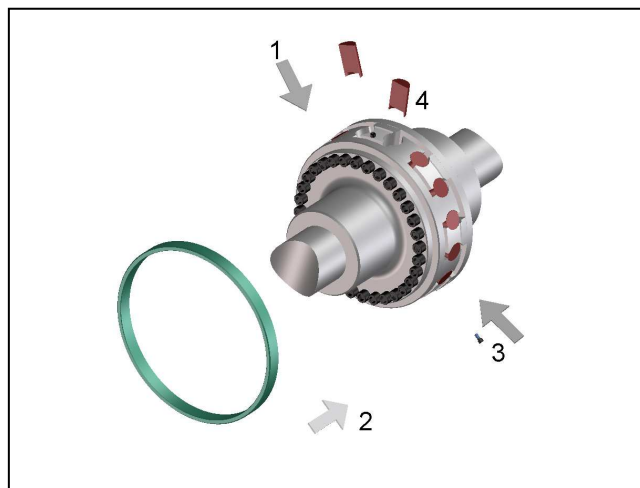

Bild 6
- Schieben Sie die Wellenenden mit den montierten Kupplungshälften auf das Einbaumaß „h“ nach Tabelle 7 zusammen (Bild 6).
- Setzen Sie die Puffer mit der Aushöhlung nach innen (Bild 6, Pos. 4) in die Kupplung ein.
- Schieben Sie den Haltering bis zur Anlagefläche an der Kupplungsnabe so auf, dass er mittig über den elastischen Puffern sitzt (Bild 6, Pos. 4).
- Ziehen Sie die Halteschrauben (Bild 6, Pos. 3) mit dem in der Tabelle 4 vorgeschriebenen Anzugsdrehmoment M_A fest.